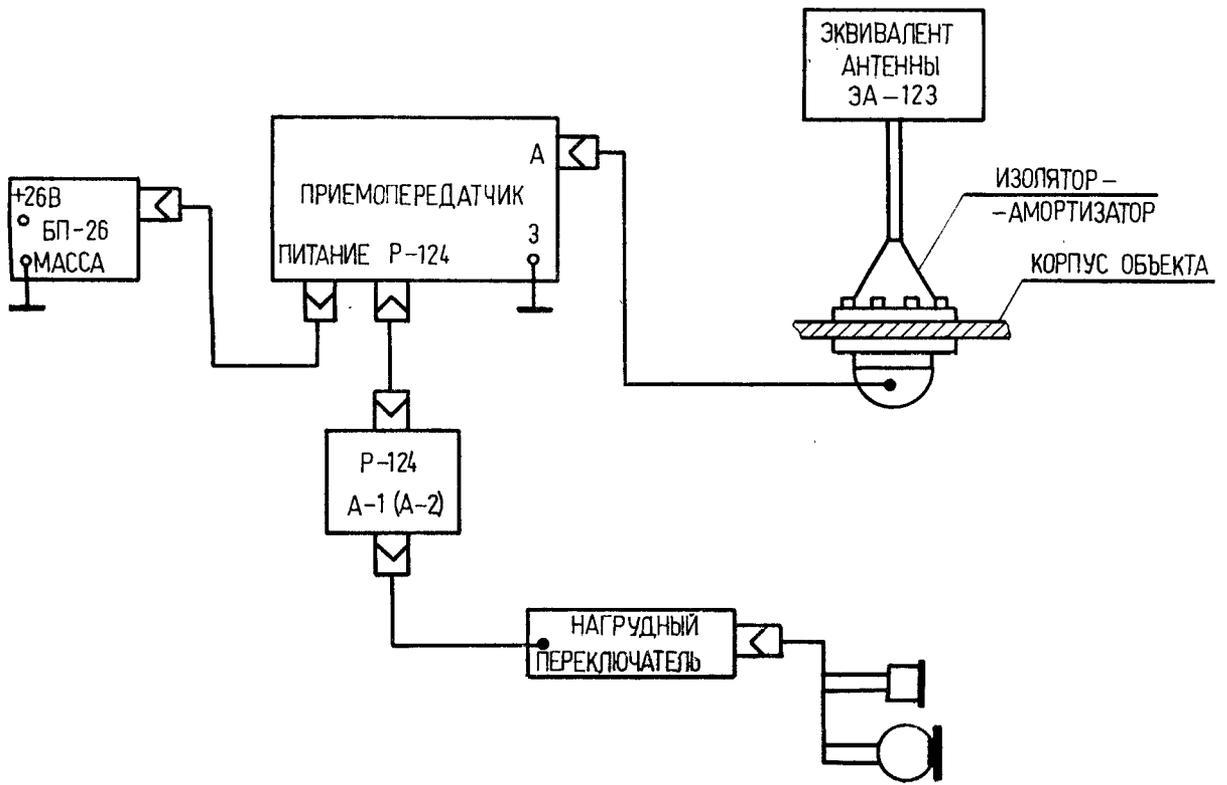

Рис. 8. Схема измерения мощности передатчика
- соберите схему измерения (рис. 8);